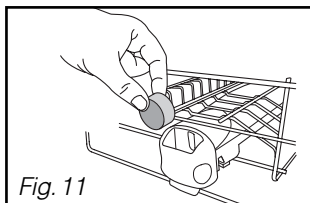
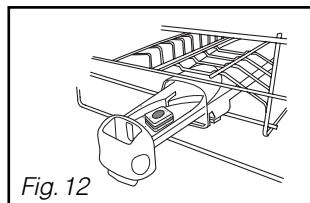

Fig. 11
Fig. 12
non multifonction dans le compartiment extérieur (Fig 11)
ou pour un fonctionnement optimal, tirez le tiroir du distributeur et disposez la pastille. (Fig 12)
- **Disposez la pastille** dans le compartiment extérieur (Fig 11), **ou** pour un résultat optimal, tirez le tiroir du distributeur et disposez la pastille à l'intérieur (Fig 12).